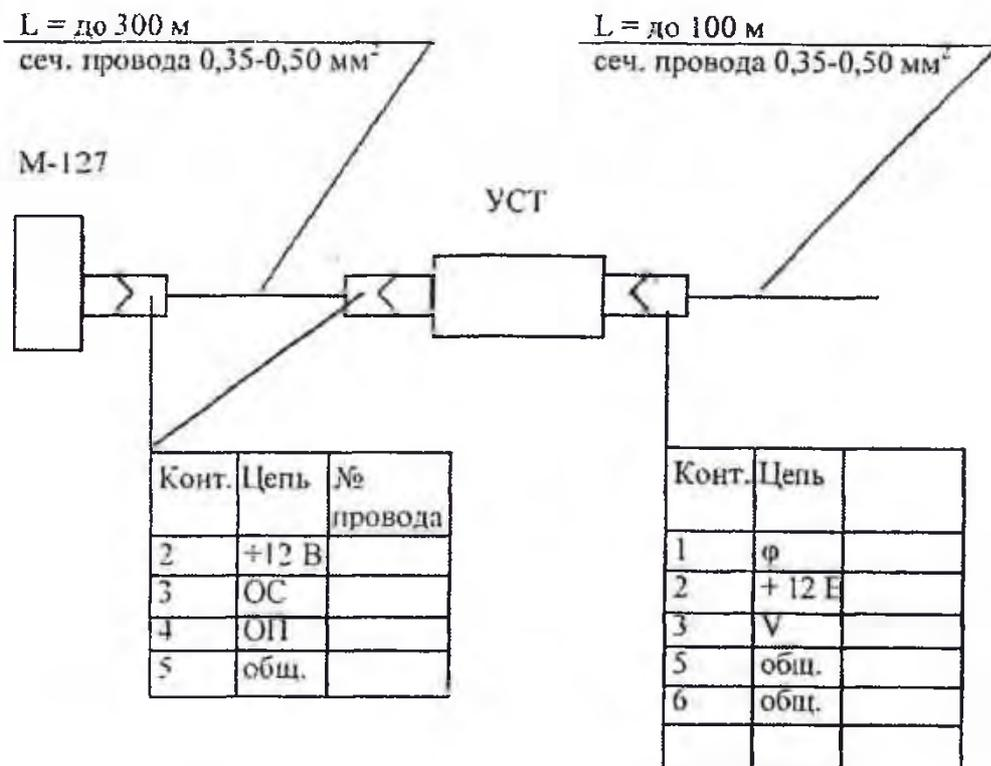

Рисунок 1 – Схема соединения устройства с датчиком
5.3 Датчик М-127 получает питание от УСТ через контакты 2 (+12В) и 5 (-12В) вилки УСТ. УСТ питается от внешнего источника питания через контакты 2 (+12В) и 5 (-12В) розетки, а сигналы снимаются через контакты 1 (направление) и 3 (скорость). В датчике М-127 общая шина подключена к контакту 5. В УСТ общая шина подключена к контактам 5 и 6 розетки, контакт 4 не используется. Схема соединения устройства с датчиком приведена на рис. 1.